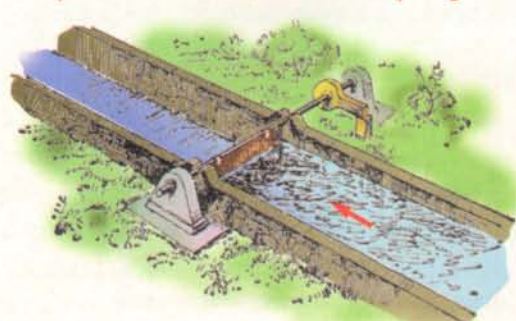

Figura 9.11. El diodo es una compuerta de una sola vía para los electrones
**a través de él la corriente eléctrica o flujo de electrones en un solo sentido; si se aplica la corriente en el sentido contrario, el diodo no conduce.** Esto lo podemos entender mejor utilizando la analogía de un canal de agua con una compuerta especial como se muestra en figura 9.11.